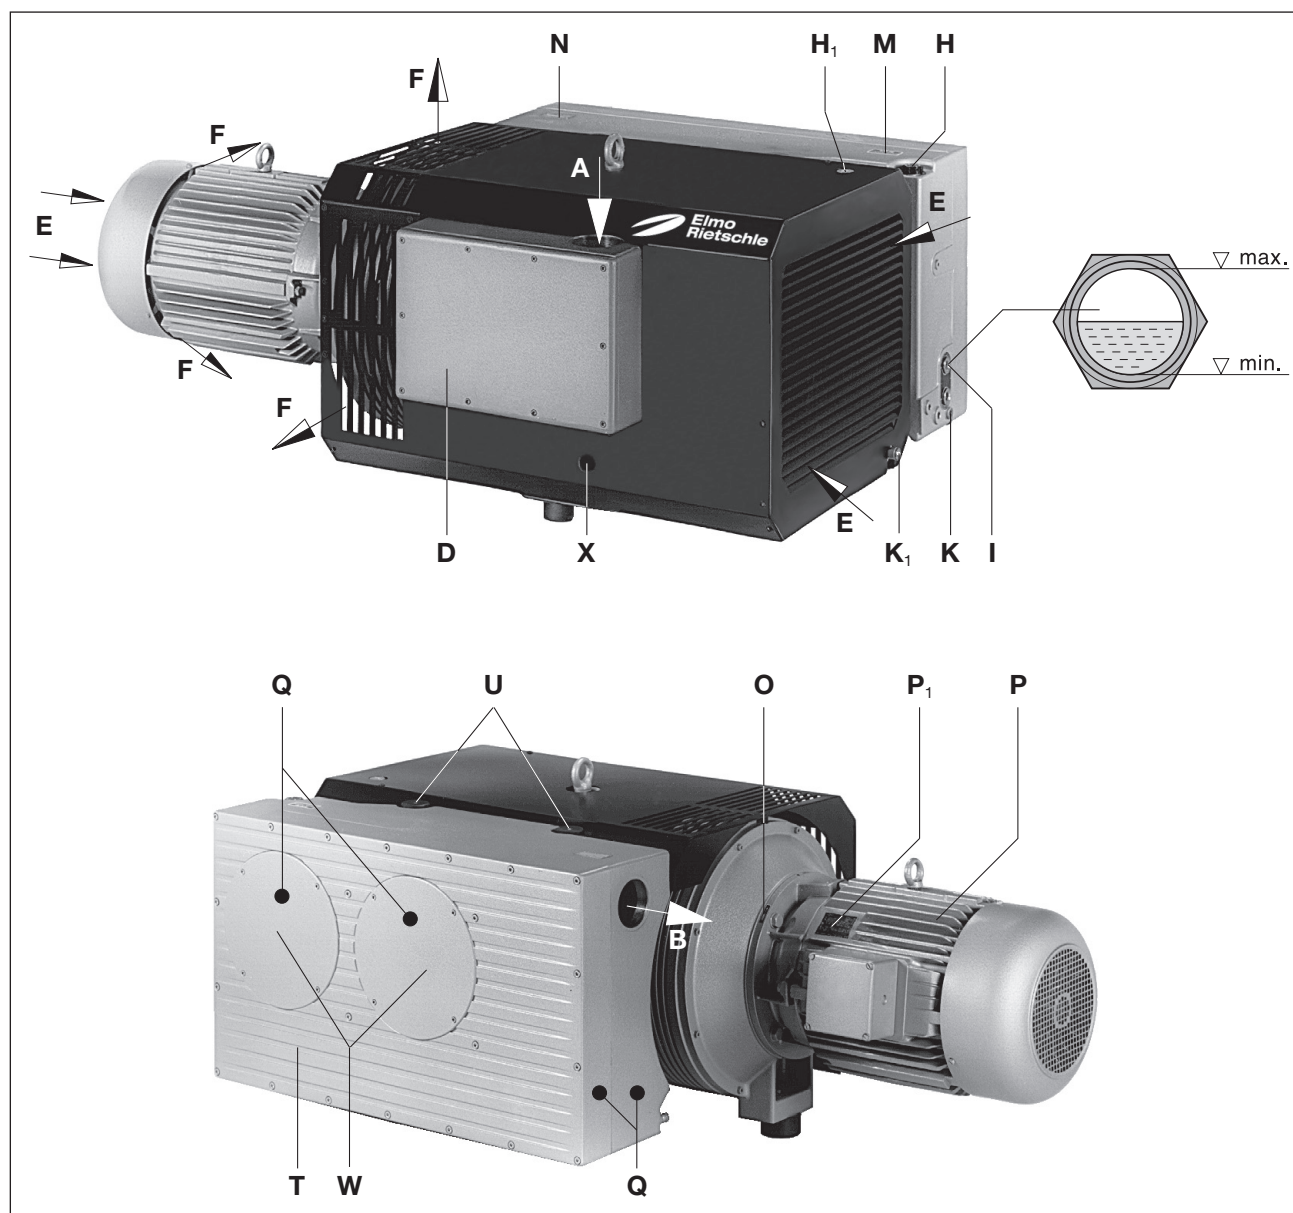

Fig. 2 Pompa per vuoto V-VC 400 - V-VC 1300
Una valvola zavorra gas di serie (Fig. 2/U) impedisce la condensazione di vapore acqueo all'interno della pompa calda in caso di aspirazione di quantitativi di vapore esigui. In caso di molto vapore acqueo è possibile prevedere un aumento della zavorra gas.
Corpo filtro (Fig. 2/D), riempimento olio (Fig. 2/H, H₁), finestrella ispezione olio (Fig. 2/I), scarico olio (Fig. 2/K, K₁), zavorra gas (Fig. 2/U) e corpo separatore olio (Fig. 2/T) devono essere facilmente accessibili.
Gli ingressi (Fig. 2/E) e le uscite (Fig. 2/F) dell'aria di raffreddamento devono avere una distanza di almeno 30 cm dalle pareti vicine. L'aria di raffreddamento fuoriuscita non deve essere riaspirata. Per i lavori di manutenzione prevedere una distanza di 50 cm intorno alla macchina.
L'apertura dell'aria di scarico (Fig. 2/B) non deve essere chiusa né ristretta.
- a) Il collegamento del vuoto (Fig. 2/A) si trova sul corpo del filtro (Fig. 2/D).
- b) L'aria aspirata può essere soffiata attraverso l'apertura dell'aria di scarico (Fig. 2/B) o eliminata attraverso il tubo ossia la tubatura.
- a) Inserire l'olio lubrificante (tipi adatti vedi cap. "Manutenzione") attraverso l'apertura di riempimento (Fig. 2/H, 2/H₁) fino al bordo superiore della finestrella di ispezione (Fig. 2/I).
- a) I dati elettrici del motore sono indicati sulla targhetta dati (Fig. 2/N) o sulla targhetta dati motore (Fig. 2/P₁). I motori sono conformi a DIN EN 60034 e sono eseguiti con classe di protezione IP 55 e classe isolamento F. Lo schema di collegamento è situato nella morsettiera del motore (non si applica nella versione con collegamento a spina). I dati del motore devono essere confrontati con quelli della rete di alimentazione usata (tipo corrente, tensione, frequenza di rete, amperaggio ammesso).
Durante il funzionamento, le superfici dei componenti (Fig. 2/Q) possono superari i 70°C. Evitare di toccare le superfici calde (contrassegnate da appositi cartelli)!
- ▷ Il senso di rotazione previsto dell'albero di azionamento è contrassegnato dalla freccia (Fig. 2/O) sulla flangia motore.